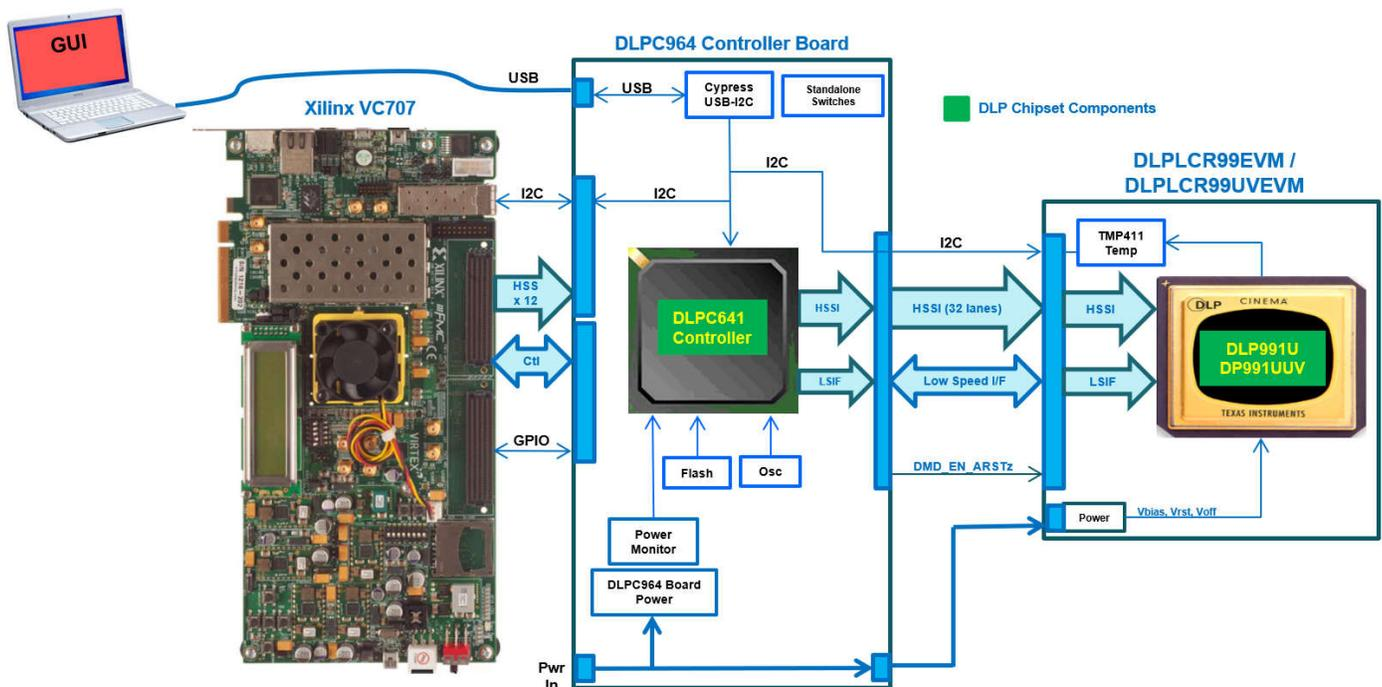

图 1-1. Apps FPGA 硬件目标
Apps FPGA 参考代码专用于搭载在 AMD Xilinx VC-707 评估板上的 AMD Xilinx Virtex-7 FPGA。图 1-1 展示了 VC-707 评估板如何连接到德州仪器 (TI) DLPC964 评估模块 (DLPLCRC964EVM)，而后者又连接到 DLPLCR99UVEVM。